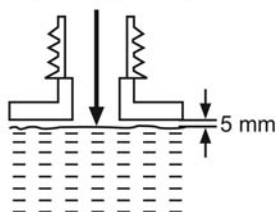

Рис. 11
- > Используйте только указанную смесь масла и бензина. Не переполняйте бак. Оставьте зазор не менее 5 мм между уровнем топлива и верхом топливного бака [6], чтобы обеспечить возможность его расширения (рис. 11).